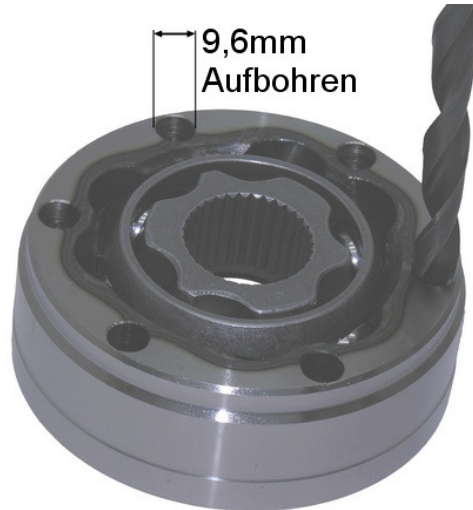

Abb.2
- Daher müssen, wie auf **Abb.2** zu sehen, die Befestigungsbohrungen der jeweiligen Gleichlaufgelenke auf ein Maß von mindestens 9,6mm (3/8") aufgebohrt werden. Dabei sollten sie bei den Bearbeitungen sehr gewissenhaft vorgehen, da es sich um ein Antriebsbauteil handelt und somit auch sicherheitsrelevant ist.